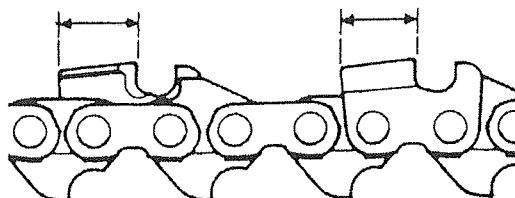

Fig.4-6
- 5) Keep all cutters the same length. (Fig. 4-6)
- 5) Conserver à tous les maillons-gouge la même longueur. (Fig. 4-6)
- 5) Tenere tutte le lame della stessa lunghezza. (Fig. 4-6)
- 5) Darauf achten, daß alle Schneidzähne dieselbe Länge haben. (Fig. 4-6)
- 5) Mantener la misma longitud en todas las cuchillas. (Fig. 4-6)
- 5) Håll samma längd för samtliga skärtänder. (Fig. 4-6)